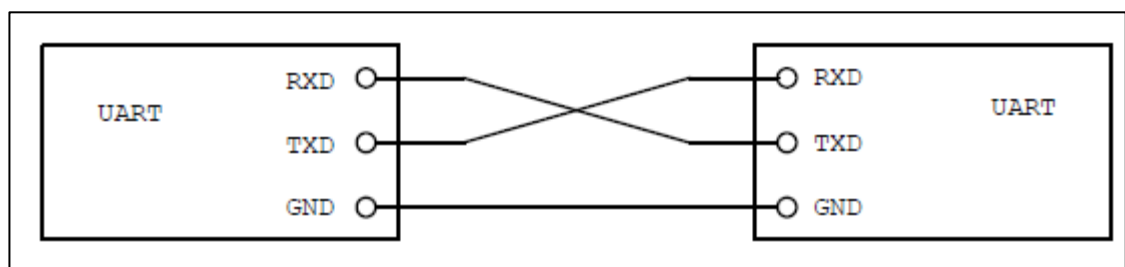

Рисунок 1 – Схема соединения интерфейсов UART
**UART** – универсальный асинхронный приемо-передатчик (англ. Universal Asynchronous Receiver-Transmitter, UART) – один из наиболее распространенных интерфейсов, который встречается в микроконтроллерах. Распространенность объясняется простотой и нетребовательностью к ресурсам: для организации передачи данных используются всего 2 вывода (обычно, они называются Rx и Tx). Интерфейс UART радиальный, т.е. по линиям связи одного интерфейса подключаются только 2 устройства. Выход TX (Transmit) одного устройства подключается к входу RX (Receive) второго. Сигнал TX второго UART устройства соединяется с входом RX первого (рисунок 1).